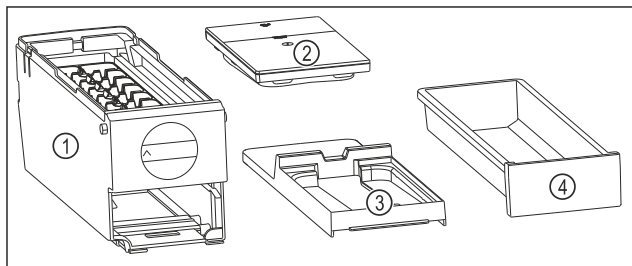

Fig. 87 Súčasti EasyTwist-Ice
- EasyTwist-Ice je rozložený na štyri časti. (pozri Fig. 87)
- Rozložte EasyTwist-Ice len na tie súčasti, ktoré sú na obrázku. (pozri Fig. 87)
- Korpus EasyTwist-Ice Fig. 87 (1) vyčistite ako celok.